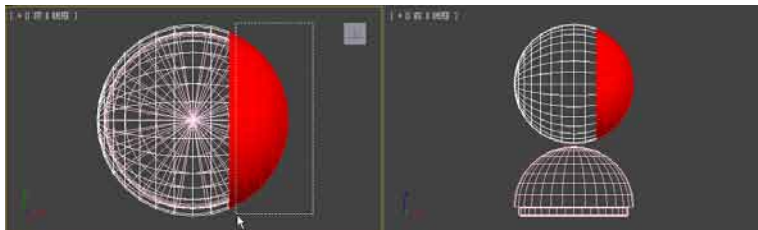

图3.19 选中多边形
- 10 在顶视图中使用划框选择的方法，选中如图3.19所示的多边形。